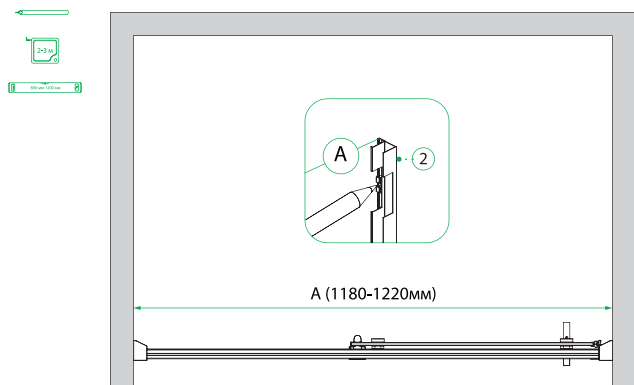

Рис. 4/4-сур.
1. Произведите разметку в нише ванной комнаты (рис. 4).
2. Вставьте клипсы (4) для декоративного профиля в пристенные профили (2), как показано на рисунке 5.